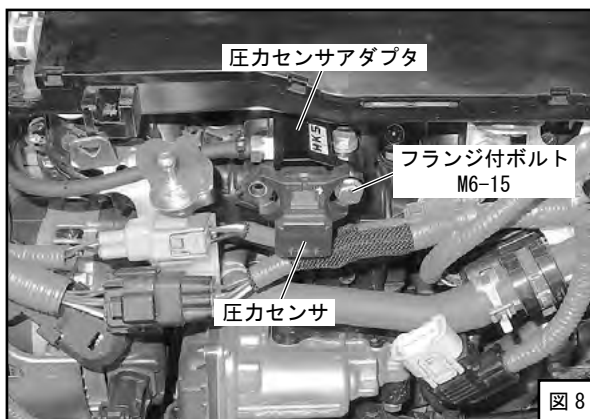

図 8
- (5) 圧力センサアダプタにキットパーツのフランジ付ボルトを使用して純正圧力センサを取付けてください。(図8)
- (6) 圧力センサにコネクタを接続してください。